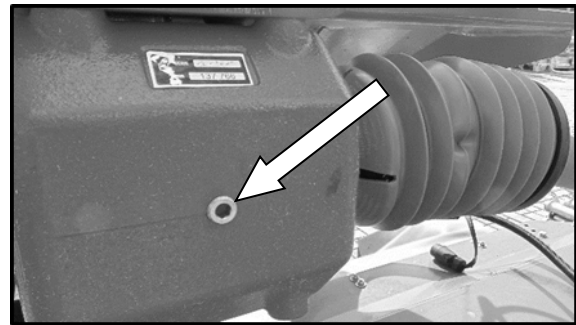

Abb. 117 Ölkontrollschraube am Winkelgetriebe
- ➔ Lösen Sie die Ölkontrollschraube. Ölstand ist jeweils auf Höhe der Schraubenöffnung (Abb. 117).